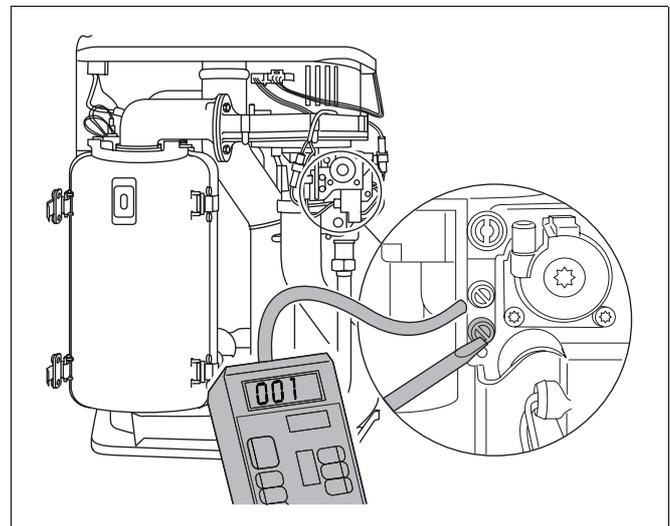

Abb. 25 Gasanschlussdruck messen
- Verschlusschraube am Prüfnippel für Gasanschlussdruck (Abb. 25) um zwei Umdrehungen lösen.